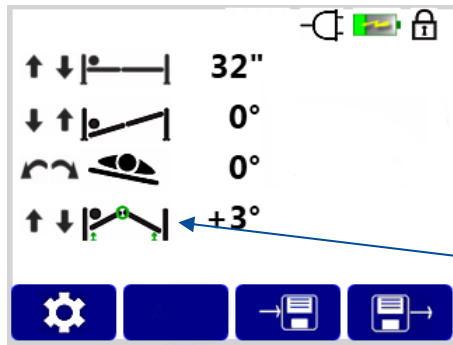
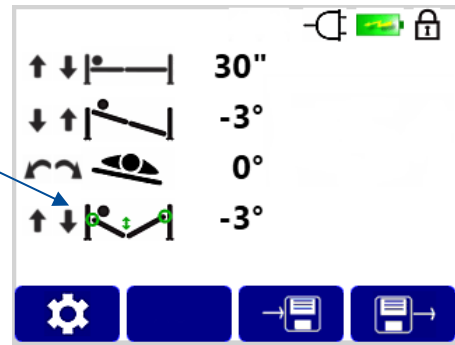

Abbildung 28: FSS-Modus,
Abbildung 29: FE-Modus,
4. Die Auswahl des gewünschten Gelenkmodus kann anhand des entsprechenden, auf der IntelliPendant®-Anzeige erscheinenden Symbols visuell bestätigt werden (Abbildung 28 und Abbildung 29).